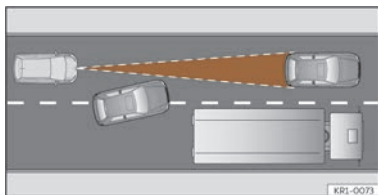

Fig. 144 Autovehicul schimbând benzile.
- Autovehicule care intră pe banda dumneavoastră la o distanță mică față de autovehiculul dumneavoastră >>> **fig. 144.**